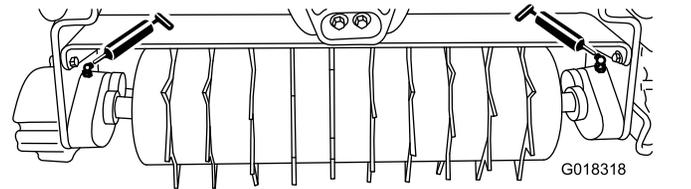

Bild 6
Schmieren Sie die zwei Schmiernippel (Bild 6) an jedem Rasenlüfter nach jeweils 15 Betriebsstunden mit einem Nr. 2 Allzweckschmiermittel auf Lithiumbasis ein. Am besten eignet sich eine handbetriebene Fettpresse.
- Tragen Sie Fett auf die Wellenlager des Rasenlüfters auf, bis Sie einen Druck spüren (Bild 6).